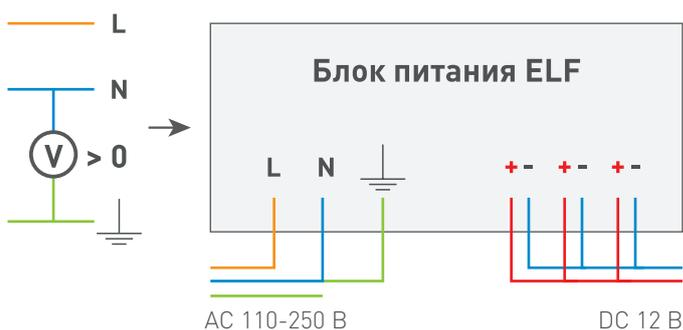

Рис. 3
- Для объектов (электроустановок), в которых применён принцип глухозаземлённой нейтрали (Рис. 3).